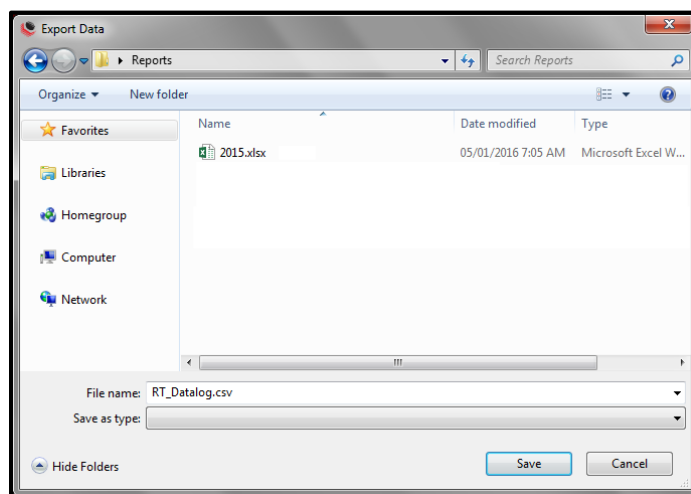

Figure 5.7-3: Enregistrement du journal de données
- Après la confirmation de la réponse, « **Yes** » ou « **No** », un navigateur de fichiers s'ouvrira permettant d'indiquer l'emplacement où le fichier doit être enregistré (Figure 5.7-3).